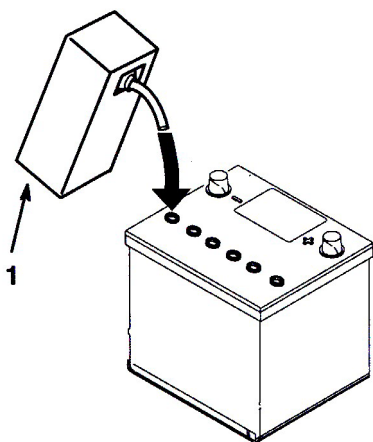

図 3
4. 電極板が液を吸収するまで20～30分間程度待つ。各セルの電極板が液面下 6mm 程度に水没するように、必要に応じて電解液を補充する (図3)。